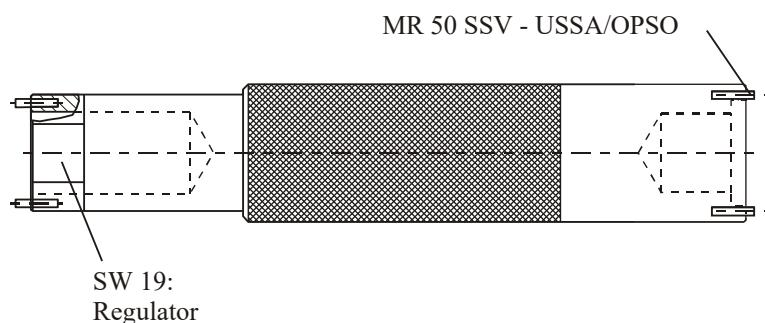

Рисунок 10 – Универсальный ключ для настройки регуляторов давления газа серии MR(заказной №73015122)
7.2.8 Для осуществления работ, связанных с настройкой и регулировкой технических параметров регулятора, рекомендуется использовать спец.инструмент (см.рис.10 ). В стандартный комплект поставки не входит.